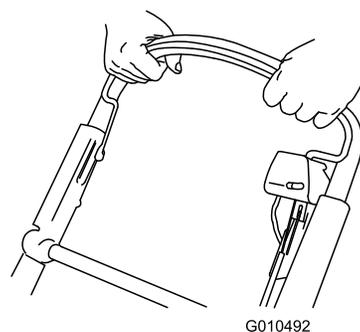

図 23
2. ブレードコントロールバーをハンドルに引き付けるように握りこむ 図 23。